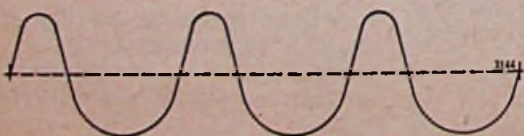

Fig. 9
1. Op het stuurrooster van een als versterker geschakelde buis wordt een sinusoidale wisselspanning aangesloten. De anodewisselspanning wordt op een oscillograaf zichtbaar gemaakt. Men ziet dan het beeld als in fig. 9. Wat concludeert U hieruit?